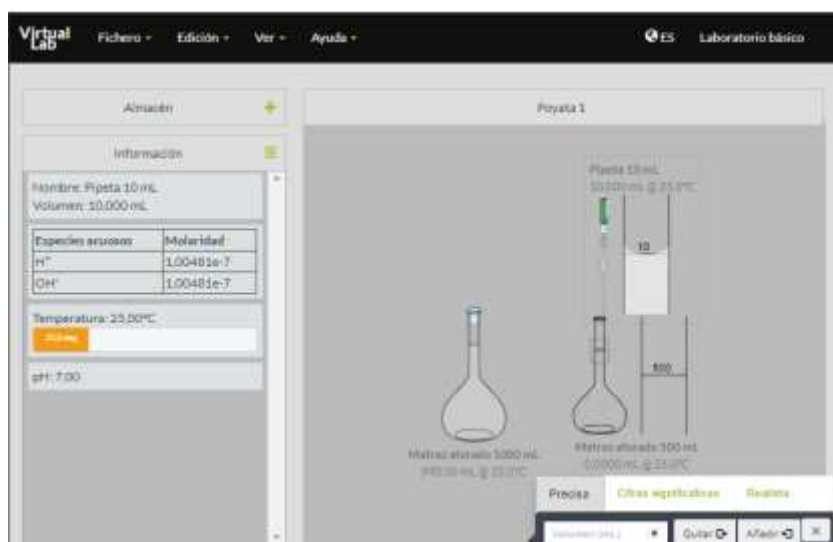

Figura 8. Simulador *Making stock solutions from solids*.
9. Elija un matraz volumétrico de 500 [cm3] del **Almacén** y vierta los 10 [cm3] de la disolución madre con ayuda de la pipeta. Para ello, coloque dicha pipeta sobre el matraz volumétrico de 500 [cm3] y añada el volumen requerido (figura 8).